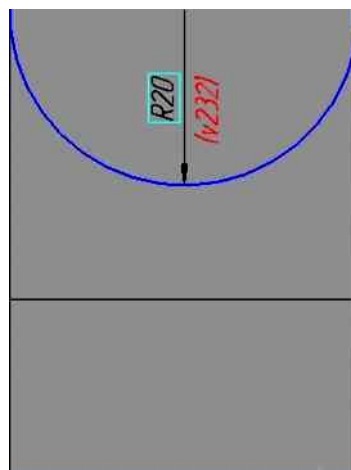

Рисунок 4.
- удаляем отрезки *a*, *б* и между точками *б* и *7* строим новый отрезок, получая окончательный эскиз бобышки, рисунок 4;